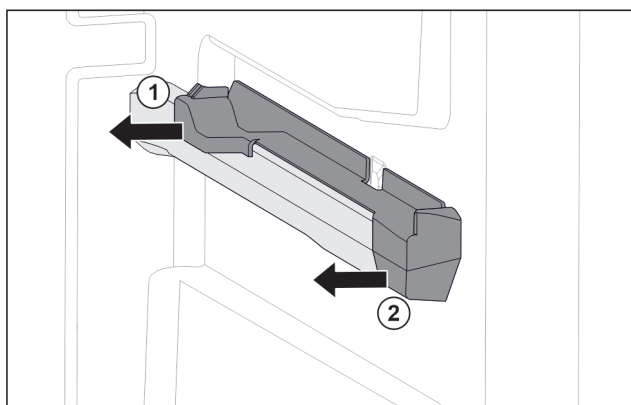

Fig. 140 Élément emboîtable sur la nervure de récipient droite
- Le retirer sur le côté par l'arrière. Fig. 140 (1)
- Le retirer sur le côté par l'avant. Fig. 140 (2)